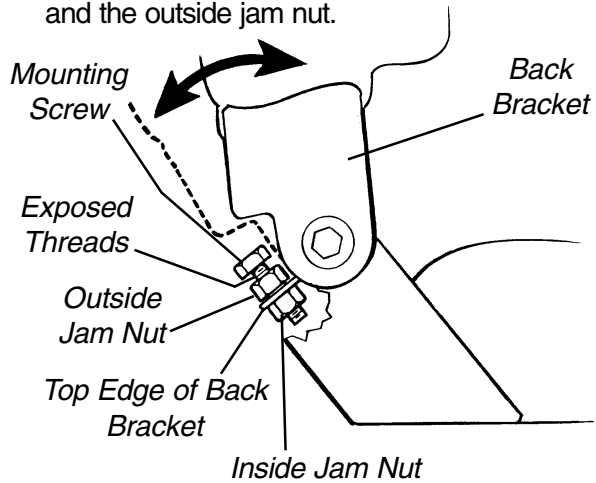

FIGURE 2 - ADJUSTING THE BACK ANGLE
**ADJUSTING THE BACK ANGLE (FIGURE 2)**